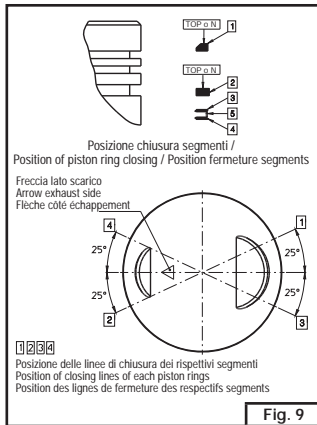

Fig. 9
- inferiore (4) e successivamente la lamella superiore (3) che vanno a comporre il segmento raschiaolio.
- Montare il secondo segmento con la stampigliatura TOP o N rivolta verso la parte superiore del pistone come indicato in **Fig. 9**.
- Inserire il primo segmento di compressione con la stampigliatura TOP o N rivolta verso la parte superiore del pistone come indicato in **Fig. 9**.
- Posizionare i segmenti come indicato in **Fig. 9**.
- Fit the second segment with the word TOP or N facing the upper part of the piston as indicated in **Fig. 9**.
- Fit the first compression segment with the word TOP or N facing the upper part of the piston as indicated in **Fig. 9**.
- Place the rings as indicated in **Fig. 9**.
- insérez la lamelle inférieure (4) puis la lamelle supérieure (3) qui vont composer le segment racleur d'huile.
- Montez le second segment avec l'estampillage TOP ou N tourné vers la partie supérieure du piston comme le montre la **Fig. 9**.
- Montez le premier segment avec l'estampillage TOP ou N tourné vers la partie supérieure du piston comme le montre la **Fig. 9**.
- Positionnez les segments comme montré dans la **Fig. 9**.